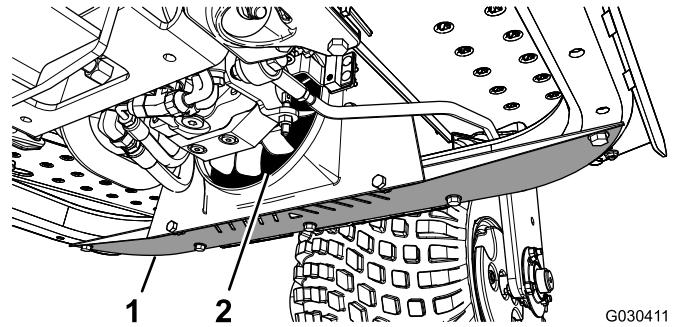

Figura 44
1. Rimuovete lo schermo inferiore (Figura 44).
2. Utilizzando un tubo, soffiate aria compressa tra le lame della ventola (Figura 44) per far fuoriuscire il materiale dalla direzione in cui è entrato.